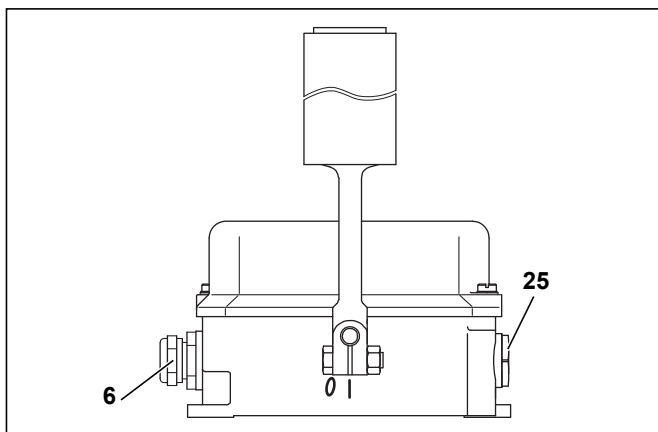

Abb. 5-1: Lieferumfang
Eine Kabelverschraubung (6) und eine Verschlusschraube (25) sind im Lieferumfang enthalten (s. Abb. 5-1).